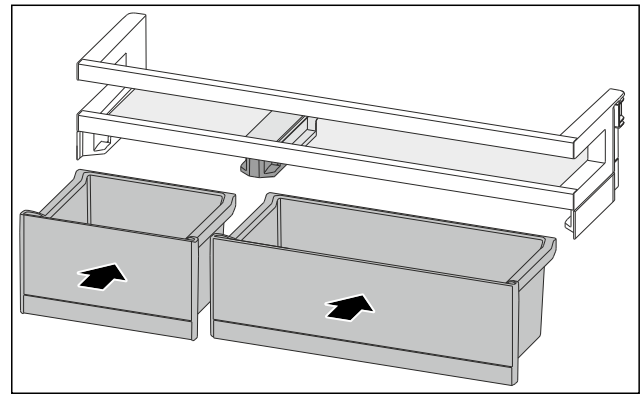

Fig. 112
- ▶ VarioBoxen in getauschter Anordnung einsetzen. (siehe Fig. 112)